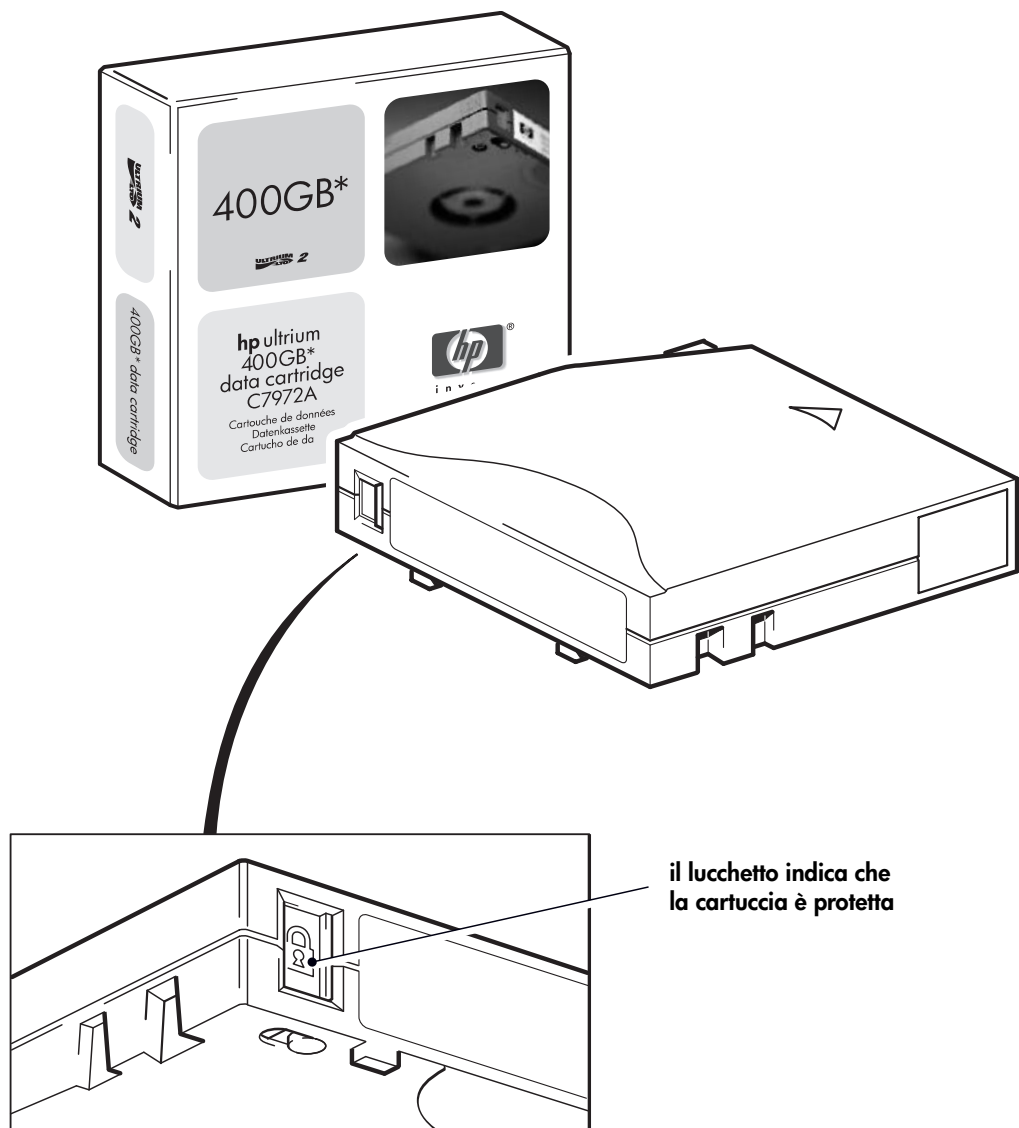

Figura 9: protezione da scrittura delle cartucce
- Per consentire la scrittura su una cartuccia, prima di caricarla nell'unità, far scorrere la linguetta rossa fino ad aprire il foro. La Figura 9 indica la posizione della linguetta per la protezione da scrittura.